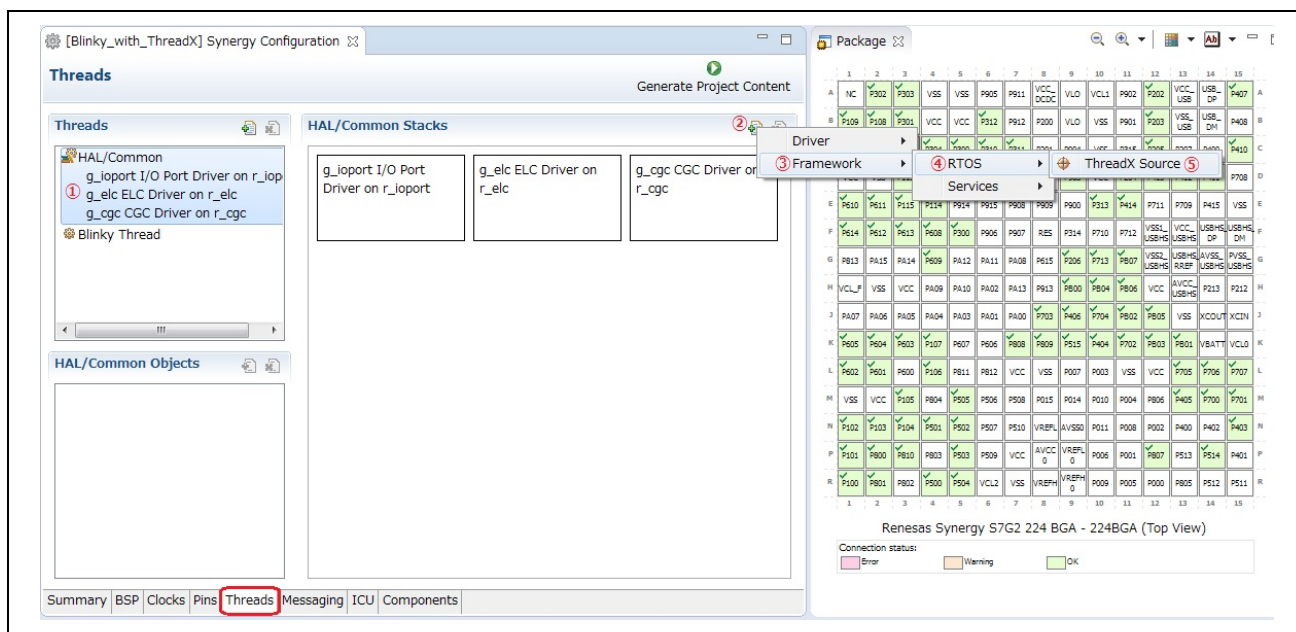
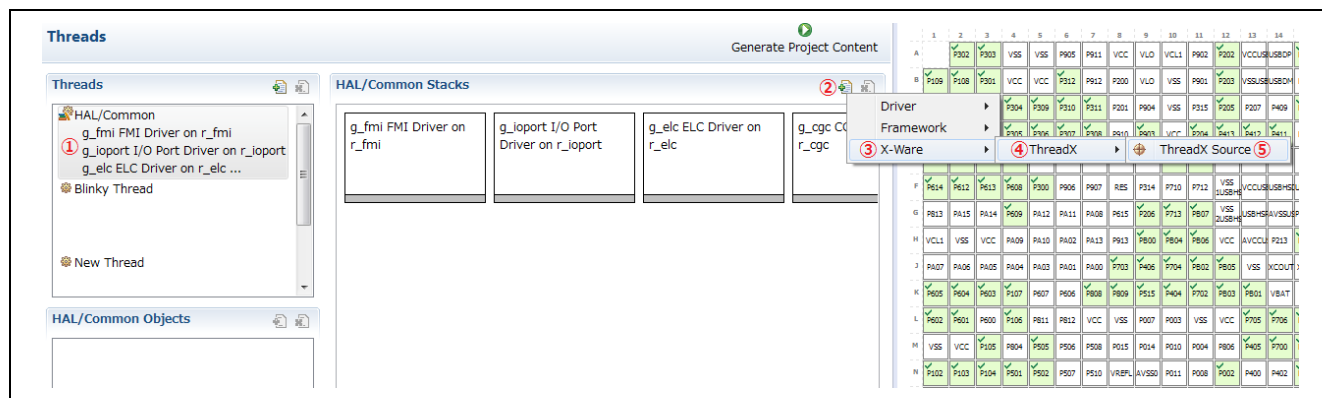

図 2-3 ThreadX®のソースファイルの登録 (e2 studio5.1.0 以下)
図 2-4 ThreadX®のソースファイルの登録 (e2 studio5.2.1)
1. e2 studio に ThreadX®のソースファイルを登録します。ソースファイルはコンフィグレーション・エディタで登録します。図 2-3 ThreadX®のソースファイルの登録 (e2 studio5.1.0 以下) と図 2-4 ThreadX®のソースファイルの登録 (e2 studio5.2.1) のように Threads タブを開き①から⑤の順番に指定しソースファイルを登録します。